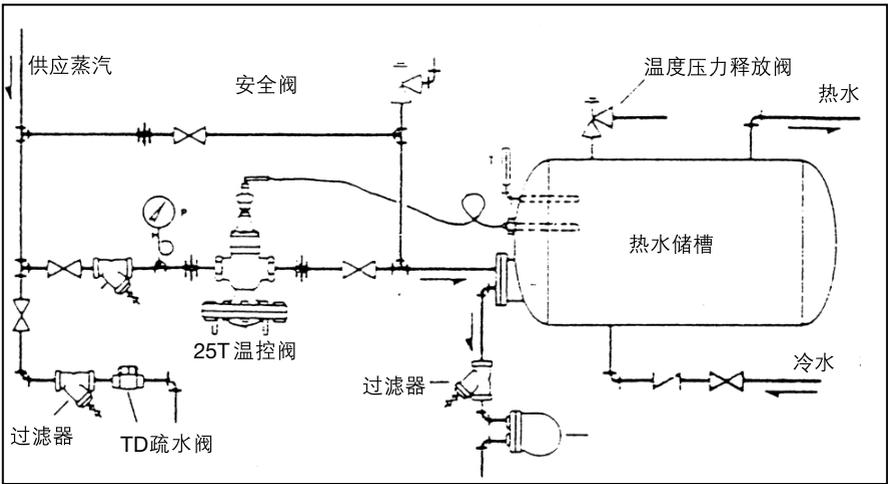
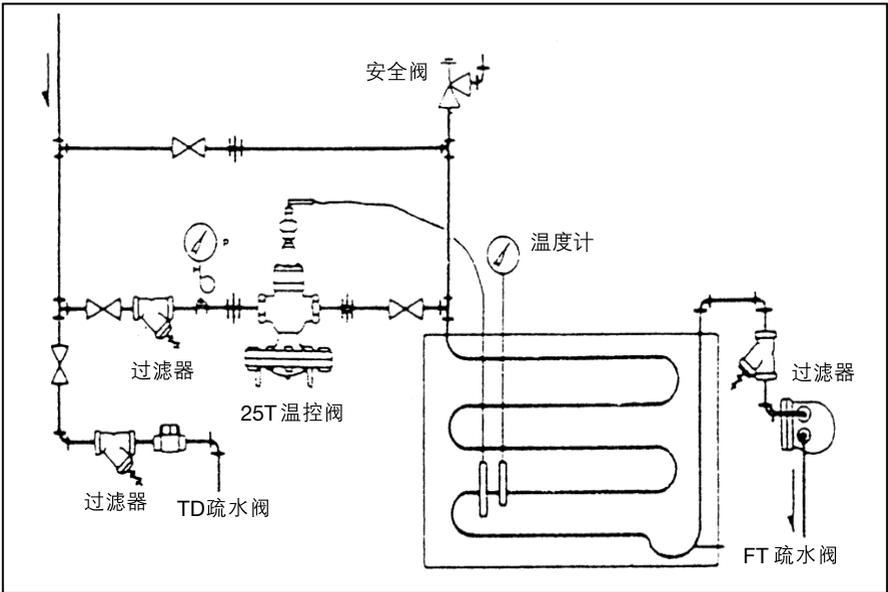

图1: 典型的热水储槽系统简图
图2: 25T控制开式水箱
1. 如图1、2所示的典型系统图有助于正确的安装。
4. 温控阀应安装在水平管道上。(见图1和图2)
1. 建议如图1、2安装旁通,这样设备无需停机即可对温控阀进行维修。
1. 强烈建议在温控阀上游安装100目过滤器,过滤器应侧向安装(见图1和图2)。